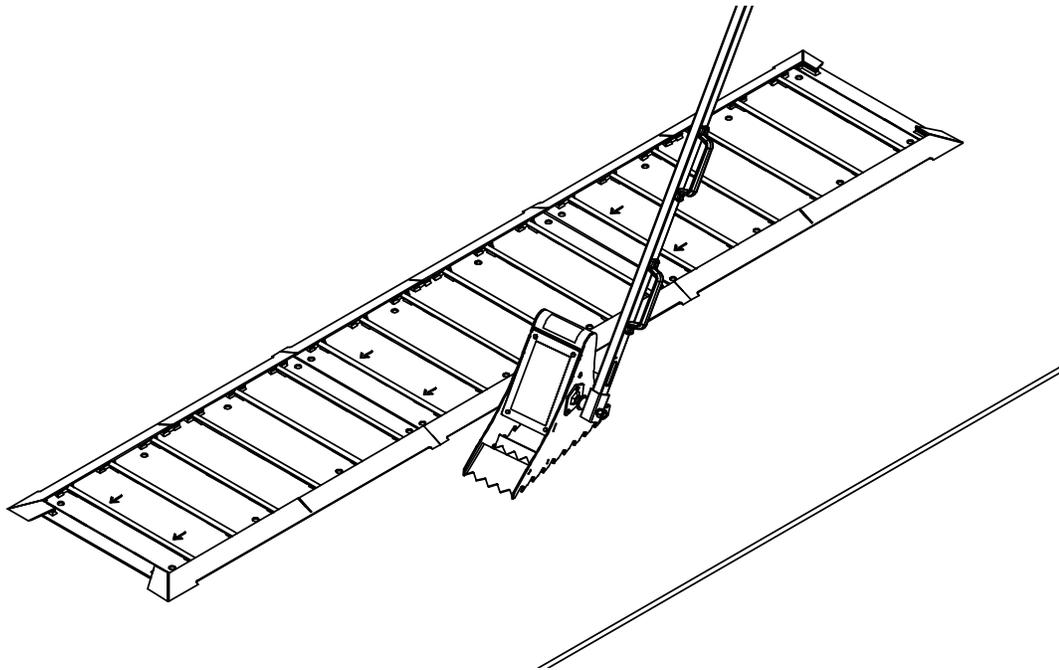

Figure 51
Avant toute opération d'entretien sous la plateforme du niveleur de quai, mettre la plateforme en appui sur la béquille d'entretien (C). Placer la béquille d'entretien derrière la plaque de rive avant (D) tout en restant à l'écart du hayon. Le hayon se replie vers le bas une fois que la plateforme repose sur la béquille. Verrouiller la béquille d'entretien dans sa position de service (verticale) à l'aide d'un moyen de verrouillage* (A) et d'un moyen d'étiquetage* (B) homologués par l'OSHA. Voir figure 51 et figure 52.
3. Tester la rétractation avec la cale sur le sol à côté de la deuxième plaque de roulage. Vérifier que le bras se rétracte vers le mur en 5 secondes ou moins. Continuer d'ajuster la tension du ressort à l'aide du tendeur comme il se doit. Voir **figure 51** à la page 43.